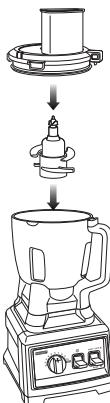

Fig. 23
- 2 Coloque la base del motor sobre una superficie limpia, seca y nivelada como una mesada o mesa. (Fig. 23)